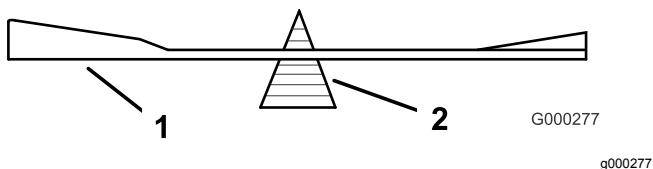

Figure 98
2. Vérifiez l'équilibre de la lame en la plaçant sur un équilibrEUR (Figure 98).